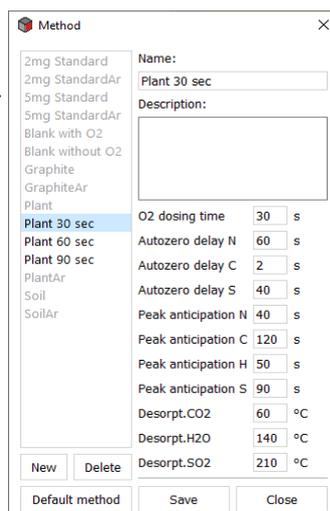

Figure 3 : Méthode Plant 30 sec
**Conclusion :** La méthode 30 secondes d'O2 suffit à brûler ces échantillons en totalité quelque soit la matrice testée. Ce sera la méthode d'analyse que nous utiliserons en routine (Figure 3).